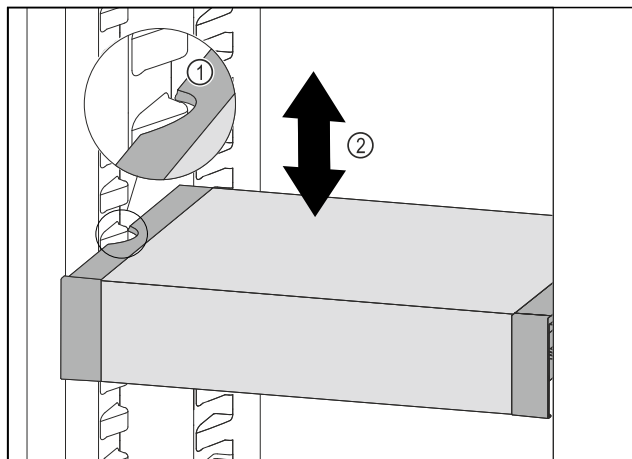

Fig. 116
- ▶ 向前移动 VarioSafe，直到 VarioSafe 两侧的凹槽与冷藏区中的容器肋梁持平。 Fig. 116 (1)
- ▶ 在冷藏区中向上或向下移动 VarioSafe，直至所需高度。 Fig. 116 (2)